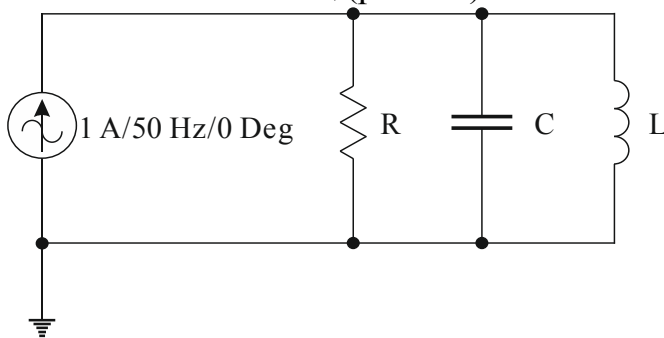
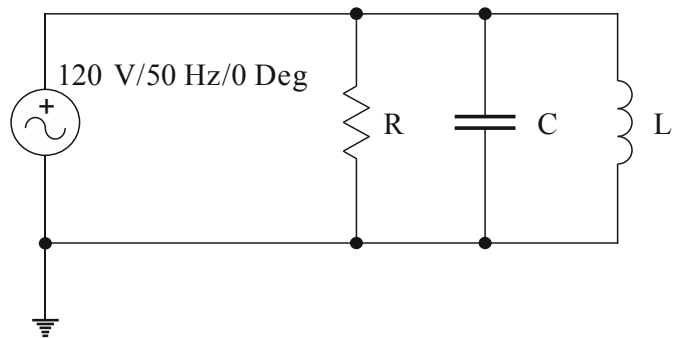
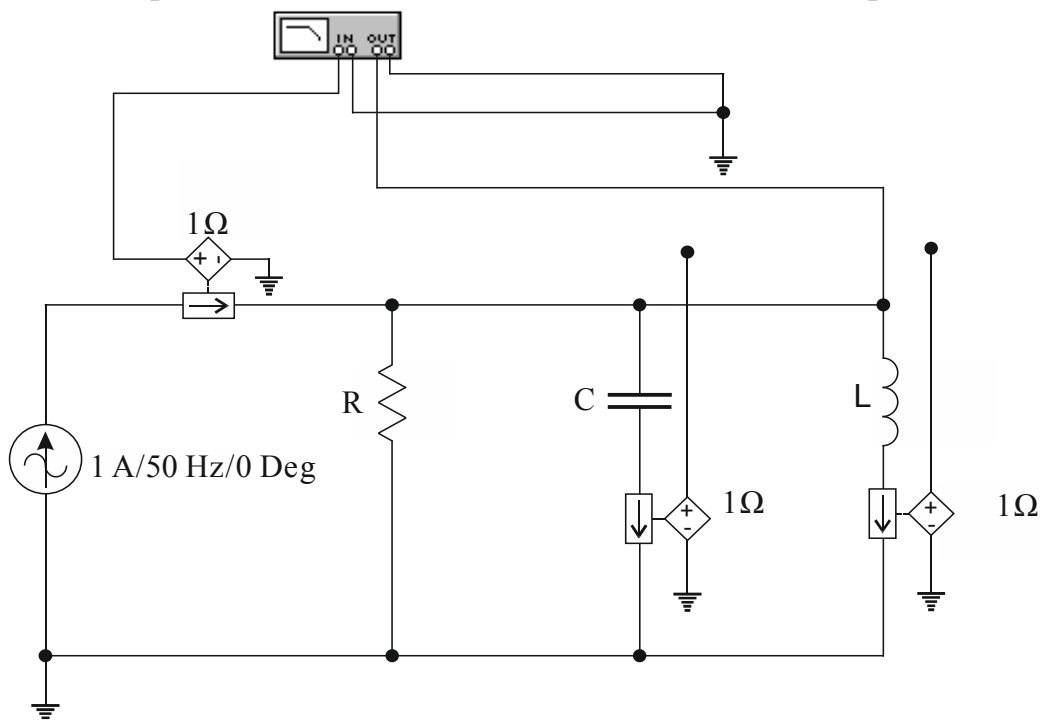
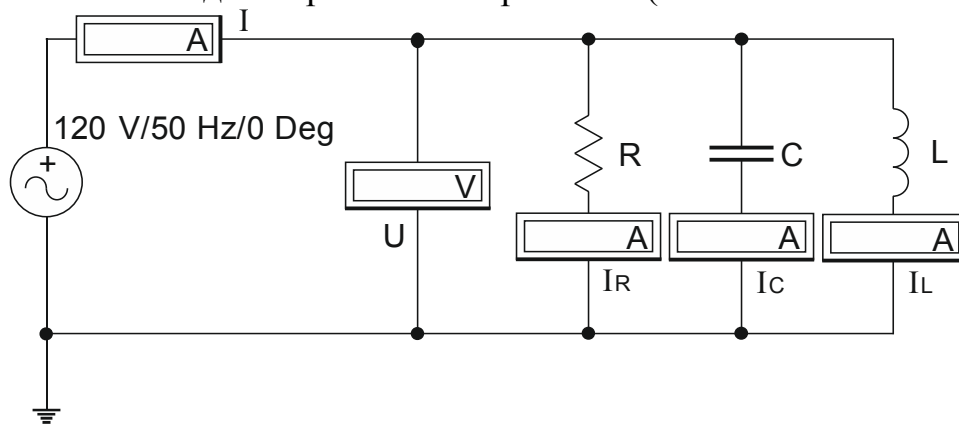

Рис.4.1.
Рис.4.2.
Рис. 4.3.
Рис.4.5.
1.1. На рабочем поле собрать схему параллельного соединения с источником тока частотой 50 Гц (рис.4.1) и схему параллельного соединения с источником напряжения 120 В частотой 50 Гц (рис.4.2)
1.4. Экспериментальная проверка результатов расчёта. Подключить бode-плоттер к схеме рис. 4.1. параллельного соединения с источником тока (рис.4.3)
1.6. На рабочем поле к схеме параллельного соединения с источником напряжения 120 В частотой 50 Гц рис.4.2. подключить амперметры и вольтметр (рис.4.5.). Открыв диалоговое окно измерительных приборов (двойным щелчком мыши по изображению прибора), изменить вид измеряемого напряжения (DC заменить на AC).
2.1. Вернуться к схеме последовательного соединения с источником переменного тока (рис.4.3), установив частоту источника питания 1 Гц.
2.5. На схеме параллельного соединения с источником переменного напряжения (рис. 4.5) установить резонансную частоту. Включить схему. Если резонанса токов достичь не удалось (см. признаки резонанса токов), изменяя резонансную частоту, добиться появления резонанса. Снять показания приборов и занести их в табл. 4.3.